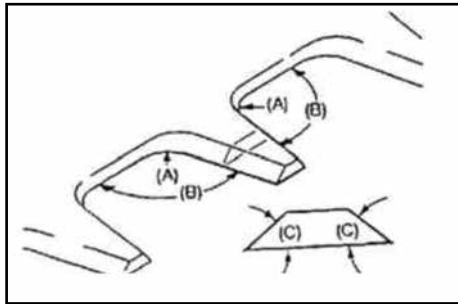

Рис. 8
4. Отшлифуйте и заточите режущие зубья (Рис. 8).